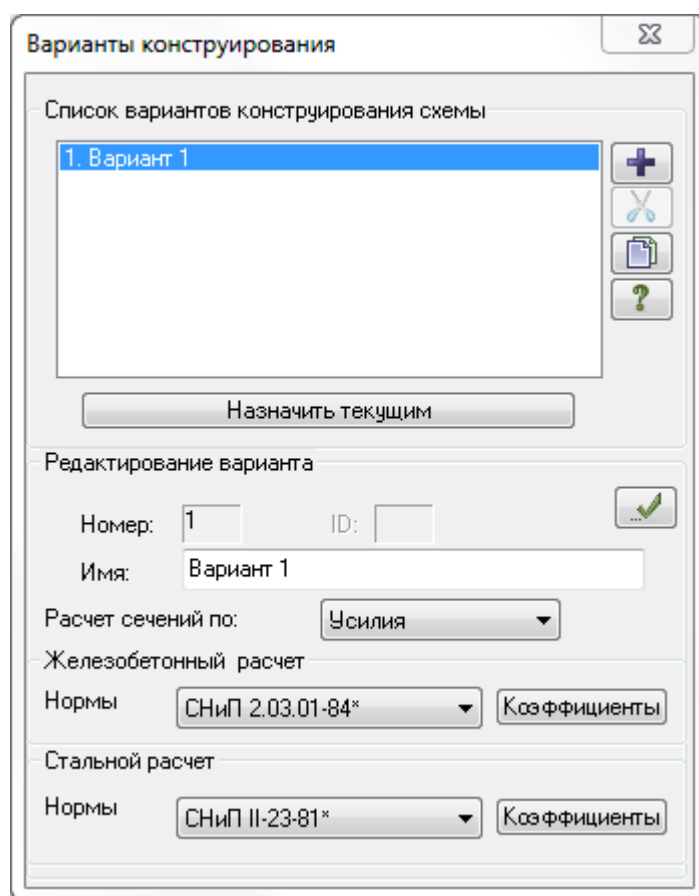

Рис.6.23. Диалоговое окно **Варианты конструирования**
- Вызовите диалоговое окно **Варианты конструирования** (рис.6.23) щелчком по кнопке  – **Варианты конструирования** (панель **Конструирование** на вкладке **Расширенное редактирование**).